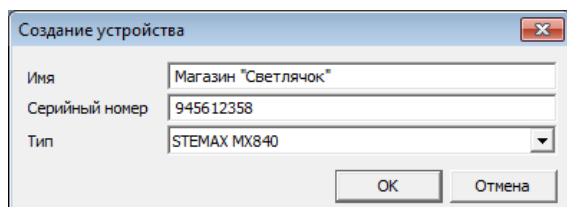

Рисунок 14.3 — Окно *Создание устройства*
- В открывшемся окне *Создание устройства* (см. рисунок 14.3) задайте описанные ниже параметры и нажмите кнопку *ОК*.